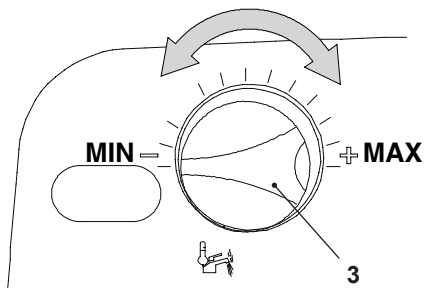

Fig. 7.13
- Ruotare la manopola regolazione temperatura sanitaria 3 indicata in Fig. 7.13 al minimo.